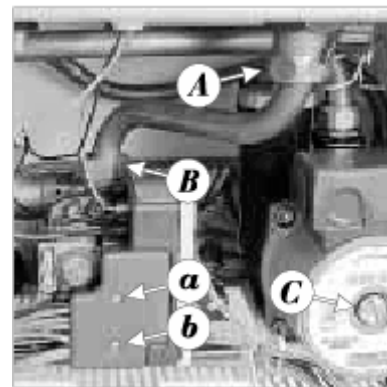

Рис. 23 – Газовий клапан
- зарубка для викрутки на крильчатці доступна після зняття гвинта С у середині торця статора – див. рис. 23
- автоматика запалювання насаджена конектором прямо на газовий клапан (див. рис. 23);
Заміна газового клапана (див. рис. 23)